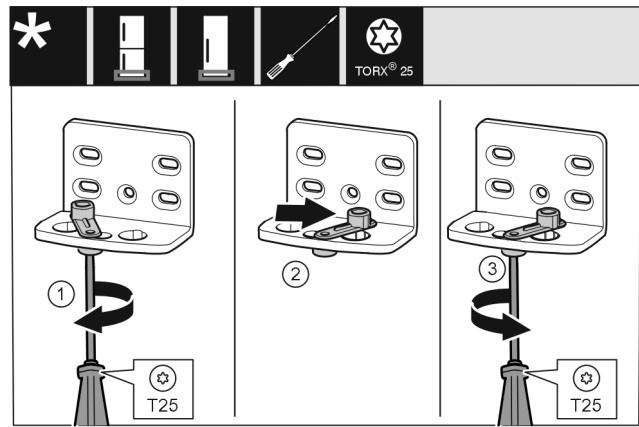

Fig. 13
- Lironi plotësisht vidën me një kaçavidë T25. Fig. 13 (1)
- Ngrini lart ndihmën e mbylljes së derës dhe rrotullojeni brenda vrimës me  $90^\circ$  nga e djathta. Fig. 13 (2)
- Mbërtheni fort vidën me kaçavidën T25. Fig. 13 (3)